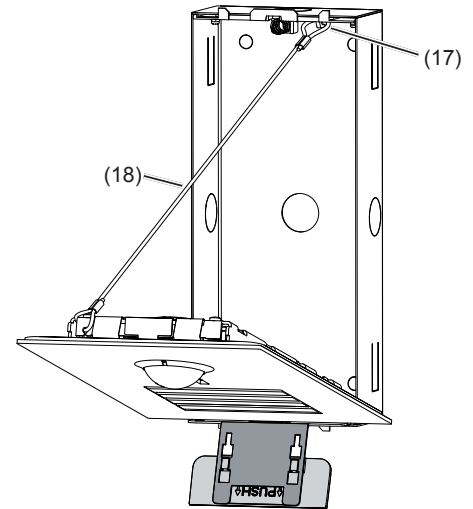

Bild 6: Installationsposition Türstation
- (16) Öffnungswerkzeug
- (17) Befestigungselement
- Die Schlaufen des Sicherungsseils (17) am linken oberen Einhängen der Türstation und am oberen Befestigungselement (16) im Gehäuse einhängen. Die Türstation zur Installation auf das Öffnungswerkzeug stellen (Bild 6).